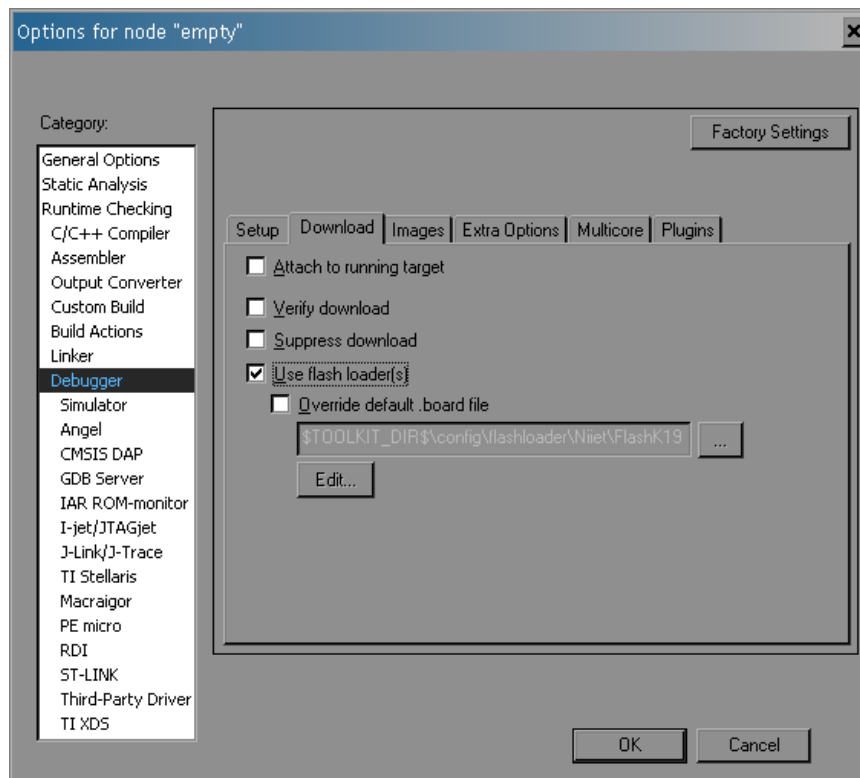

Рисунок 3.3 – Окно настроек проекта. Настройки Debugger (flashloader)
5. В случае загрузки программы во Flash-память микроконтроллера необходимо воспользоваться специально написанным для этой цели загрузчиком (Flashloader), который расположен в каталоге «\$TOOLKIT_DIR\$\config\flashloader\Niiet\FlashK1921BK01T.flash» . Если загрузка программы предполагается во Flash, во вкладке Debugger ->Download поставьте галочку в окне Useflashloader(s), рисунок 3.3. Если же загрузка программы предполагается в RAM, данные настройки следует оставить без изменения.